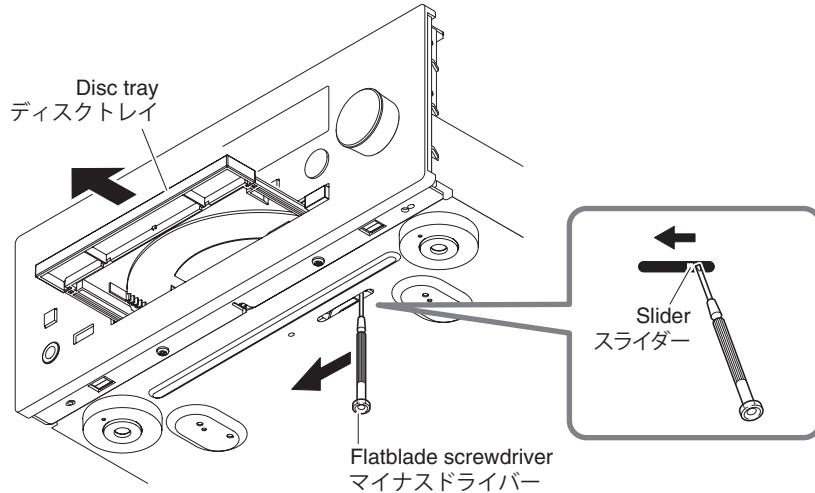

Fig. 2
**\* How to manually eject the disc tray (Fig. 2)**
**\*ディスクトレイを開ける方法 (Fig. 2)**